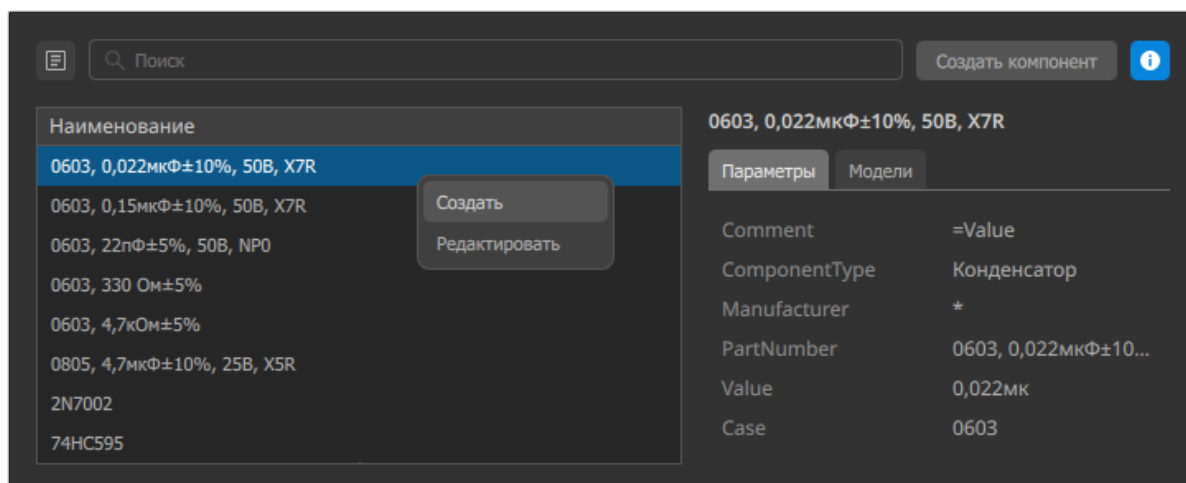

Рисунок 12. Команда «Создать» контекстного меню
- 2) Нажать правой кнопкой мыши по наименованию компонента в таблице и в открывшемся контекстном меню выбрать команду «Создать» (см. рисунок 12).